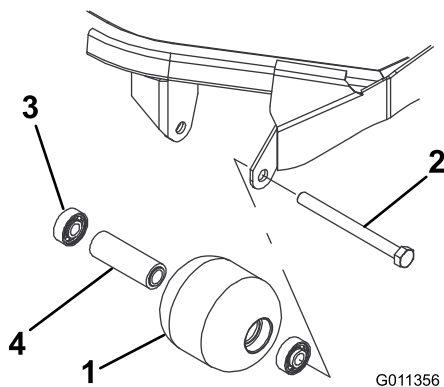

Figure 73
1. Retirez le boulon de fixation du galet (Figure 73).
1. Enfoncez le premier roulement dans le logement à la presse (Figure 73). Exercez la pression uniquement sur la bague extérieure ou uniformément sur les bagues intérieure et extérieure.
2. Insérez l'entretoise (Figure 73).
3. Enfoncez le second roulement dans le logement (Figure 73) en exerçant une pression uniforme sur les bagues intérieure et extérieure jusqu'à ce que la bague intérieure rencontre la douille d'écartement.
4. Vérifiez l'état du logement de roulements, des roulements et de la douille d'écartement (Figure 73) Remplacez les composants endommagés et procédez au remontage.